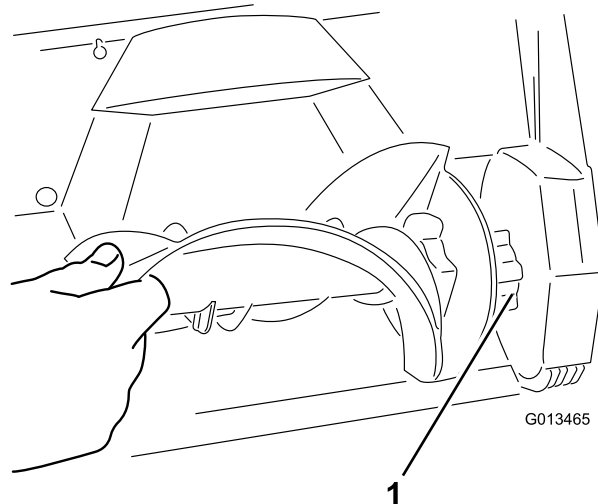

Bild 17
4. Bauen Sie den neuen Rotor ein. Setzen Sie das Ende des Rotors auf das befestigte Ende im Gehäuse und drehen Sie den Rotor, bis er einrastet (Bild 17).